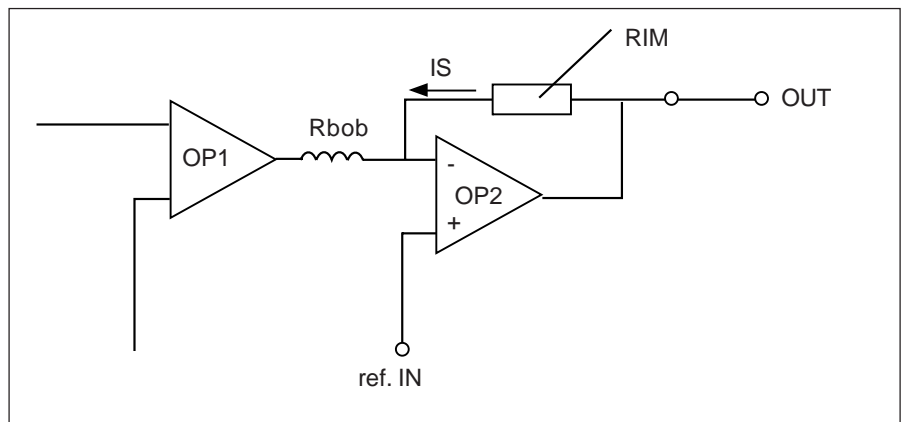

Fig. 9: Plage de mesure en mode Refin. Schéma de sortie du LTSR.
- La gamme de mesure positive se définit ainsi: OP1 & OP2 (fig. 9) saturent au-dessus de 4,5 V et en dessous de 0,5 V.